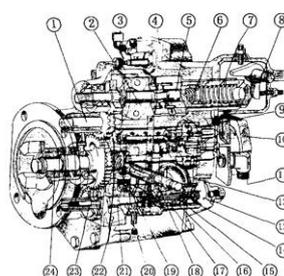

Рис. 5-8 Модель топливного насоса PT (G) VS и направление потока топлива
2) Топливный насос (деталь № 3262175) (см. Рис. 5-8)
### 3) Принцип работы системы питания (см. Рис. 5-8 и 5-9)
Если двигатель работает, коленчатый вал вращается. Основной вал топливного насоса (24) совершает вращение при помощи зубчатого привода. Основной вал (24) обеспечивает работу зубчатого насоса (9), молоточка (2) и задает вращение валу спидометра (см. Рис. 5-8).